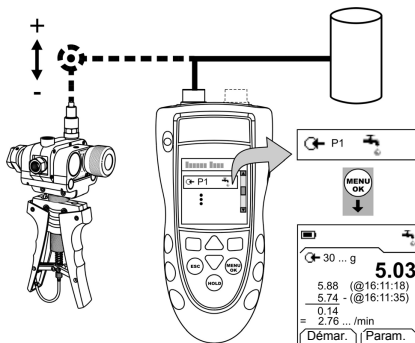

Figure 3 : Exemple de configuration - Test de fuite
1. Connecter l'instrument (Figure 3) et, si nécessaire, régler la *Configuration* (Tableau 1).